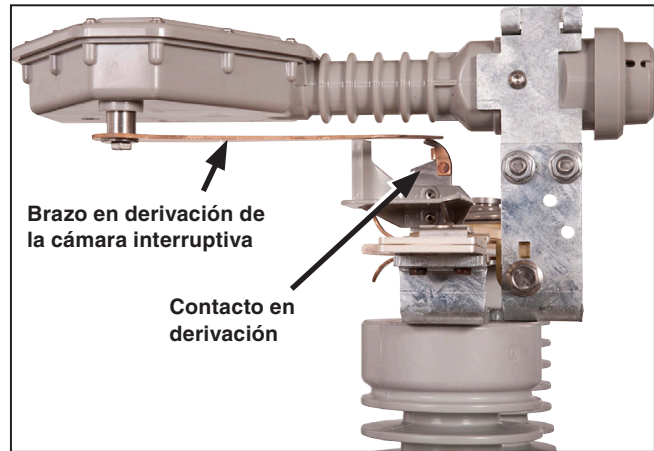

Figura 26. El brazo en derivación de la cámara interruptiva será guiado a su posición por el contacto en derivación.
- (a) El brazo en derivación de la cámara interruptiva debe ser guiado a su posición por el reverso curvado del contacto en derivación. Ver Figura 26 en la página 22.